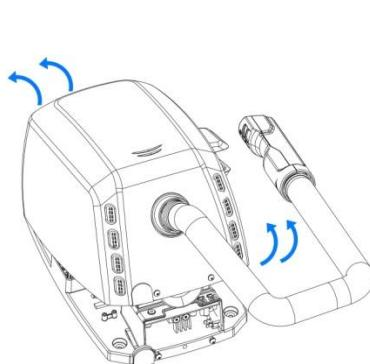

Рис. 3
- Снимите корпус все время удерживая его под наклоном (Рис. 3) до полного отсоединения верхнего фланца. Будьте осторожны, что бы: